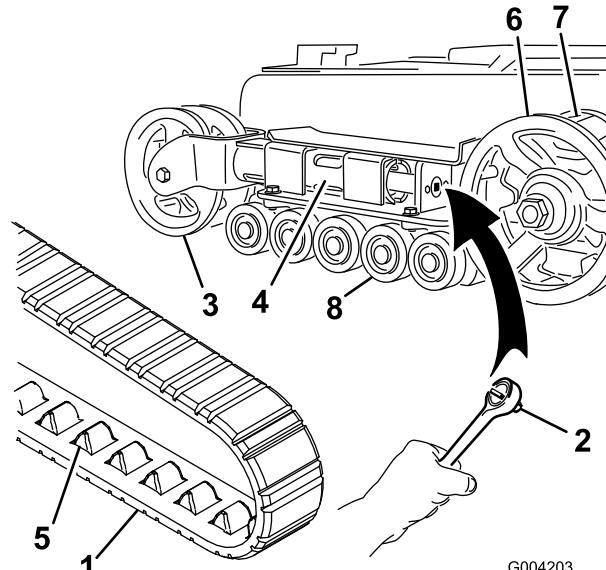

Bild 43
4. Drehen Sie die Spannschraube mit einem Sechskantschlüssel (1/2 Zoll) (Bild 43) nach links, bis der Abstand zwischen der Spannmutter und der Rückseite des Spannungsrohrs 7 cm beträgt (Bild 41).
4. Lösen Sie die Antriebsspannung mit einem Sechskantschlüssel (1/2 Zoll), indem Sie die Spannschraube nach rechts drehen (Bild 42 und Bild 43).
5. Drücken Sie das Spannrad zur Rückseite der Maschine, um den Druckschlauch gegen den Rahmen zu bewegen (Bild 43). (Wenn es den Rahmen nicht berührt, drehen Sie die Spannschraube so lange, bis es funktioniert.)
7. Wenn Sie die Kette vom Spannrad entfernt haben, entfernen Sie sie auch vom Antriebsrad und den Straßenrädern (Bild 43).
8. Legen Sie die neue Kette, beginnend beim Antriebsrad, um das Rad und stellen Sie sicher, dass die Stollen an der Kette zwischen die Zahnräder am Rad passen (Bild 43).
9. Drücken Sie die Kette unter und zwischen die Straßenräder (Bild 43).